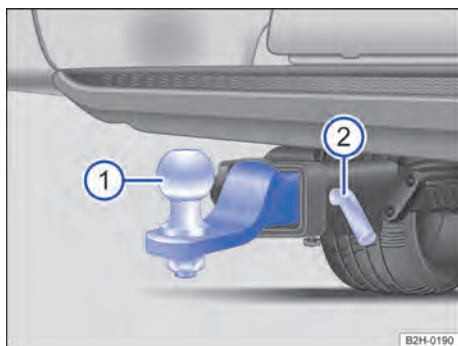

Fig. 146 Bajo el paragolpes trasero: montar el enganche para remolque.
- ① Enganche para remolque
- ② Perno de cierre
3. Desencajar el perno de cierre → **fig. 146** ② del alojamiento.
4. Arrancar por remolcado el enganche para remolque → **fig. 146** ① del alojamiento.